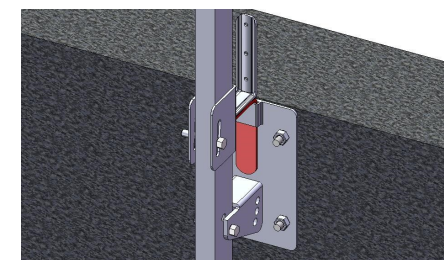

fig. 7
- Nel caso il montante sia applicato su una superficie verticale si raccomanda di inserire correttamente la staffa ad L in piatto all'interno dell'apposita fessura presente sulla piastra (fig. 7 a pag 9);